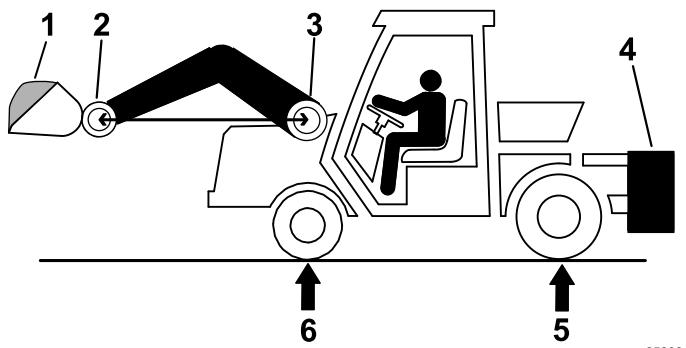

Figure 32
- Chargez le godet au maximum, puis levez-le à la position avant maximale, comme montré à la Figure 32.
- Dans un poste de pesage, mesurez le poids brut du véhicule (PNBV) au niveau des essieux avant et arrière, en levant la chargeuse de sorte que l'axe de pivot du godet soit à la même hauteur que l'axe de pivot du bras (Figure 32).
Remarque: Si R est inférieur au poids sur l'essieu arrière requis (RRAW), aucun lest n'est nécessaire (Figure 32).